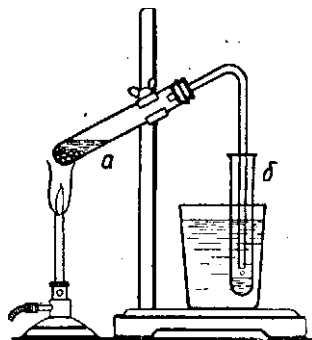

Рис. 5. Получение азотной кислоты в пробирке.
3). За неимением маленькой реторты вполне возможно получать азотную кислоту и в пробирке, закрытой пробкой с газоотводной трубкой (рис. 5). Пробка во время опыта разрушается довольно быстро и под конец нередко вываливается вместе с трубкой, но учащиеся успевают получить нужные 1—2 мл азотной кислоты и попутно наблюдают действие азотной кислоты на органическое вещество.